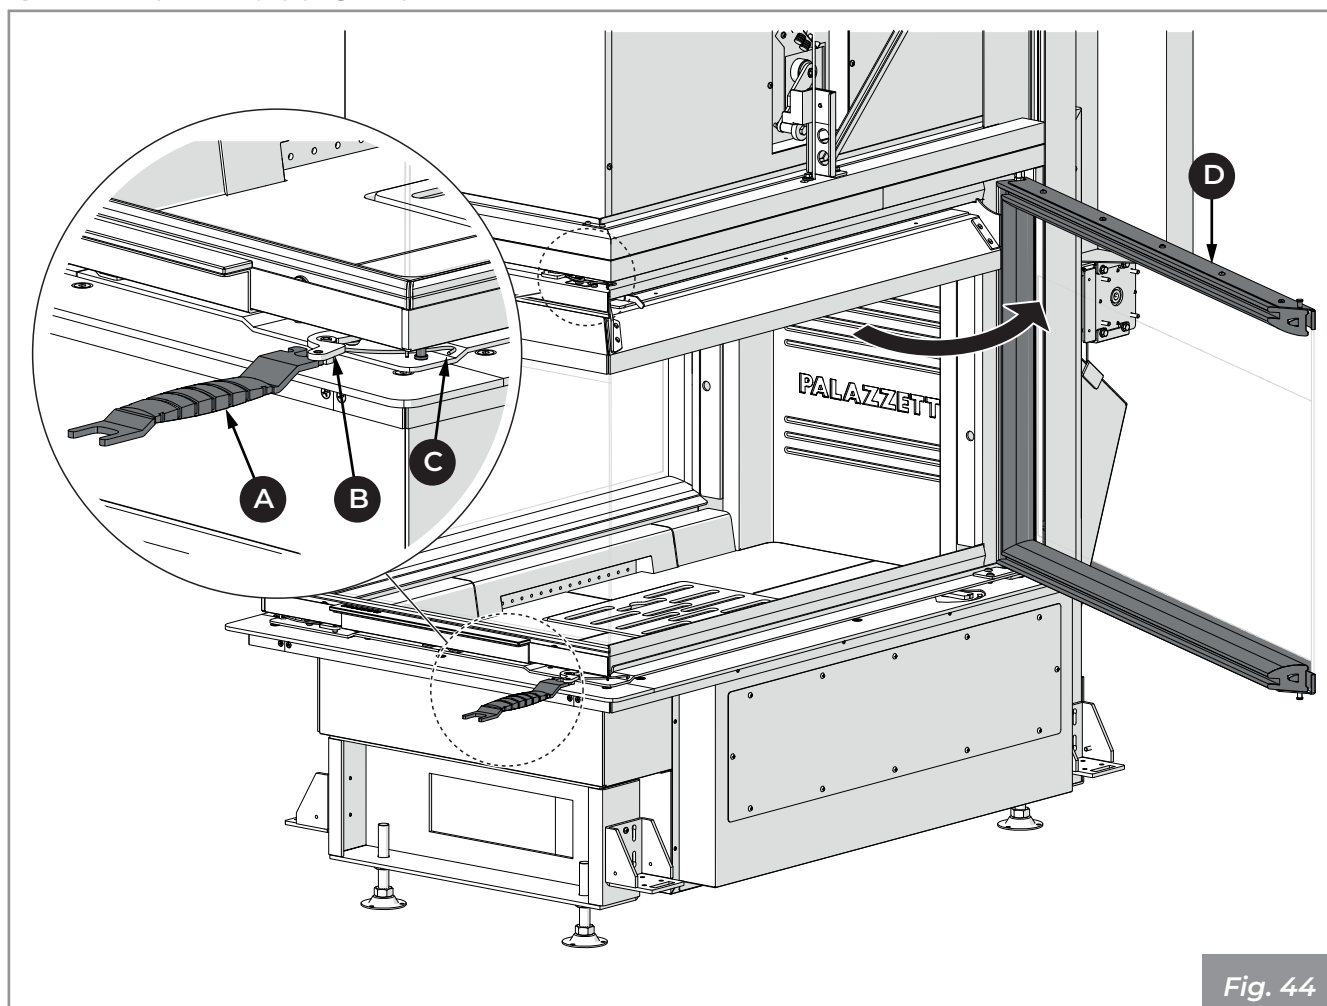

Fig. 44
- 1) Utilizar el tirador frío (A) para girar la palanca (B) y liberar el gancho (C)
- 2) Abrir la puerta (D) (Fig. 44).